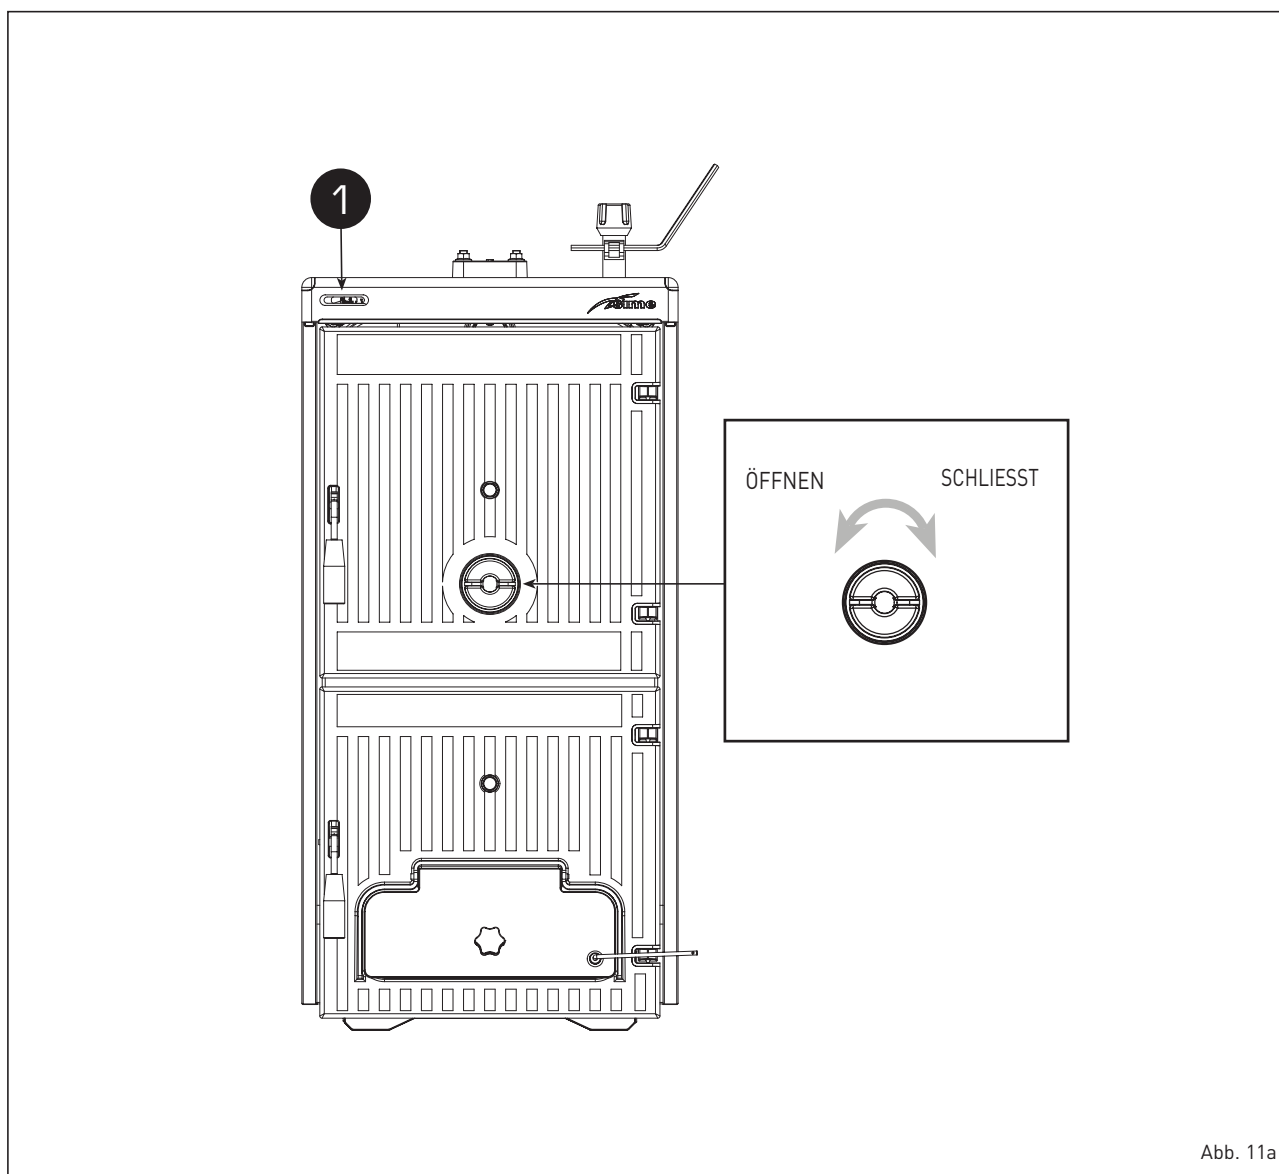

Abb. 11a
5.2 THERMOMETER DES HEIZKESSELS (Abb. 11A)
5.3 LUFTEINSTELLUNG (Abb. 11a+11b)